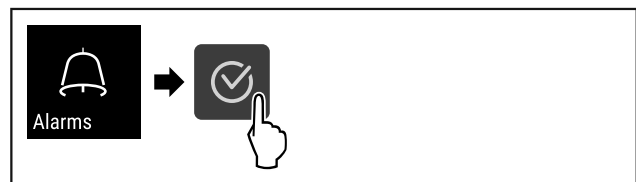

Fig. 107
- ▶ Провести етапи операцій (див. Fig. 107).